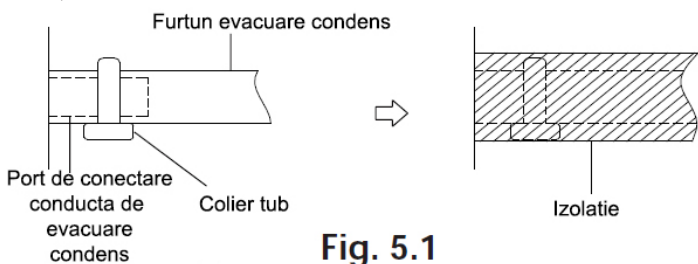

Fig. 5.1
2. Atașați gura furtunului de evacuare la conducta de evacuare a unității. Puneți gura furtunului și fixați-o ferm cu un colier (Fig. 5.1).